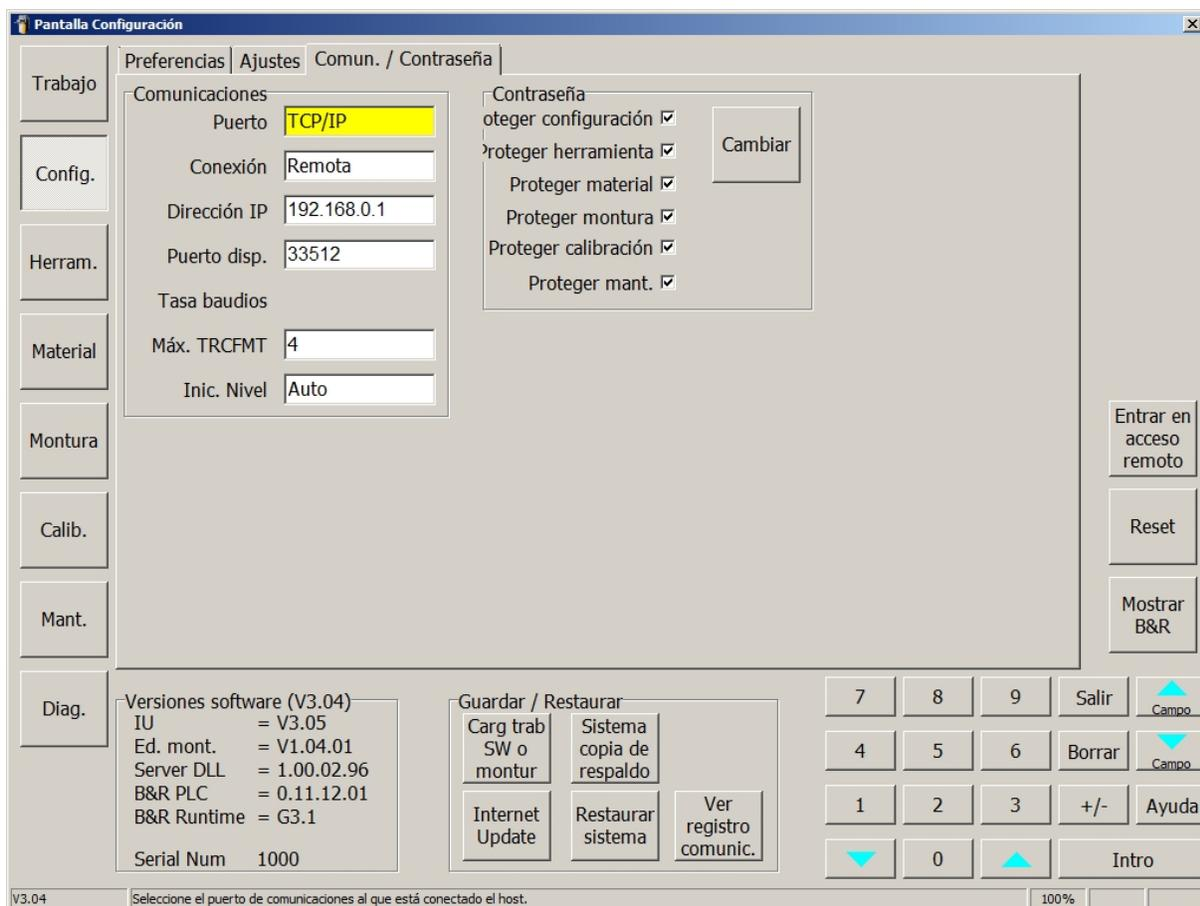

Figura 2.9: Pantalla Configuración (Comunicaciones/Contraseña)
- **Detalles:** Abre un cuadro de diálogo para permitir el ingreso de dimensiones de herramienta tal como están definidas por el distribuidor de las mismas. Ver la figura 2.9.